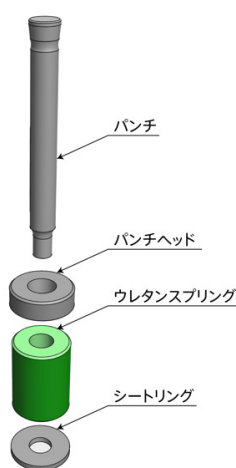

図4
- 手順1： 下図（図4）のようにパンチ・パンチヘッド・ウレタン・シートリングを組み込みます。